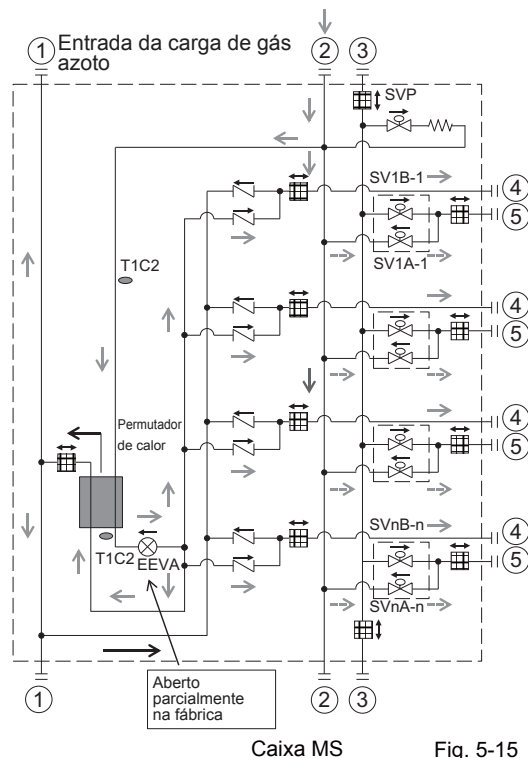

Fig. 5-15
a) Cobrança normal a partir da entrada ② durante a soldagem da entrada ④ e carga forte (> 20 kPa) a partir da entrada ② durante a realização da soldagem da entrada ③ como na Fig.5-15.
b) Carga normal (> 20 kPa) a partir da entrada ② durante a soldagem da entrada ④ e carga normal da válvula de corte da unidade exterior correspondente durante a soldagem das entradas ② e ③ como na Fig.5-15